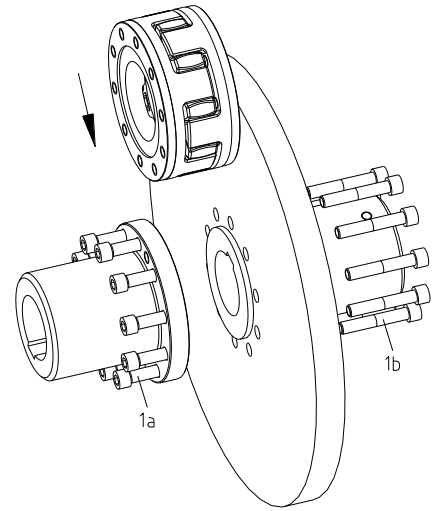

Bild 7
- Montera komponenterna tillsammans mellan kopplingsflänsarna (komponent 4Nv och 4Nx) (se bild 7) och dra fast stoppskruvarna tillfälligt för hand (komponent 1a och 1b).